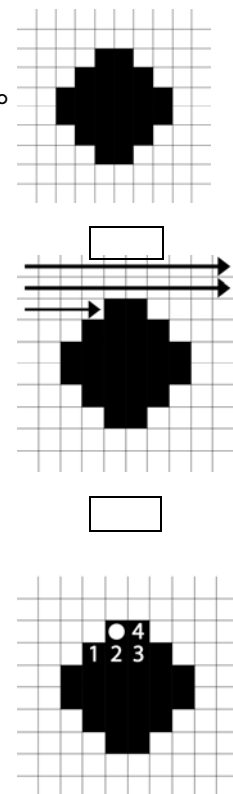

図3
2. その点の周りピクセルの左下から順に反時計回りにしらべていきます。(図3)